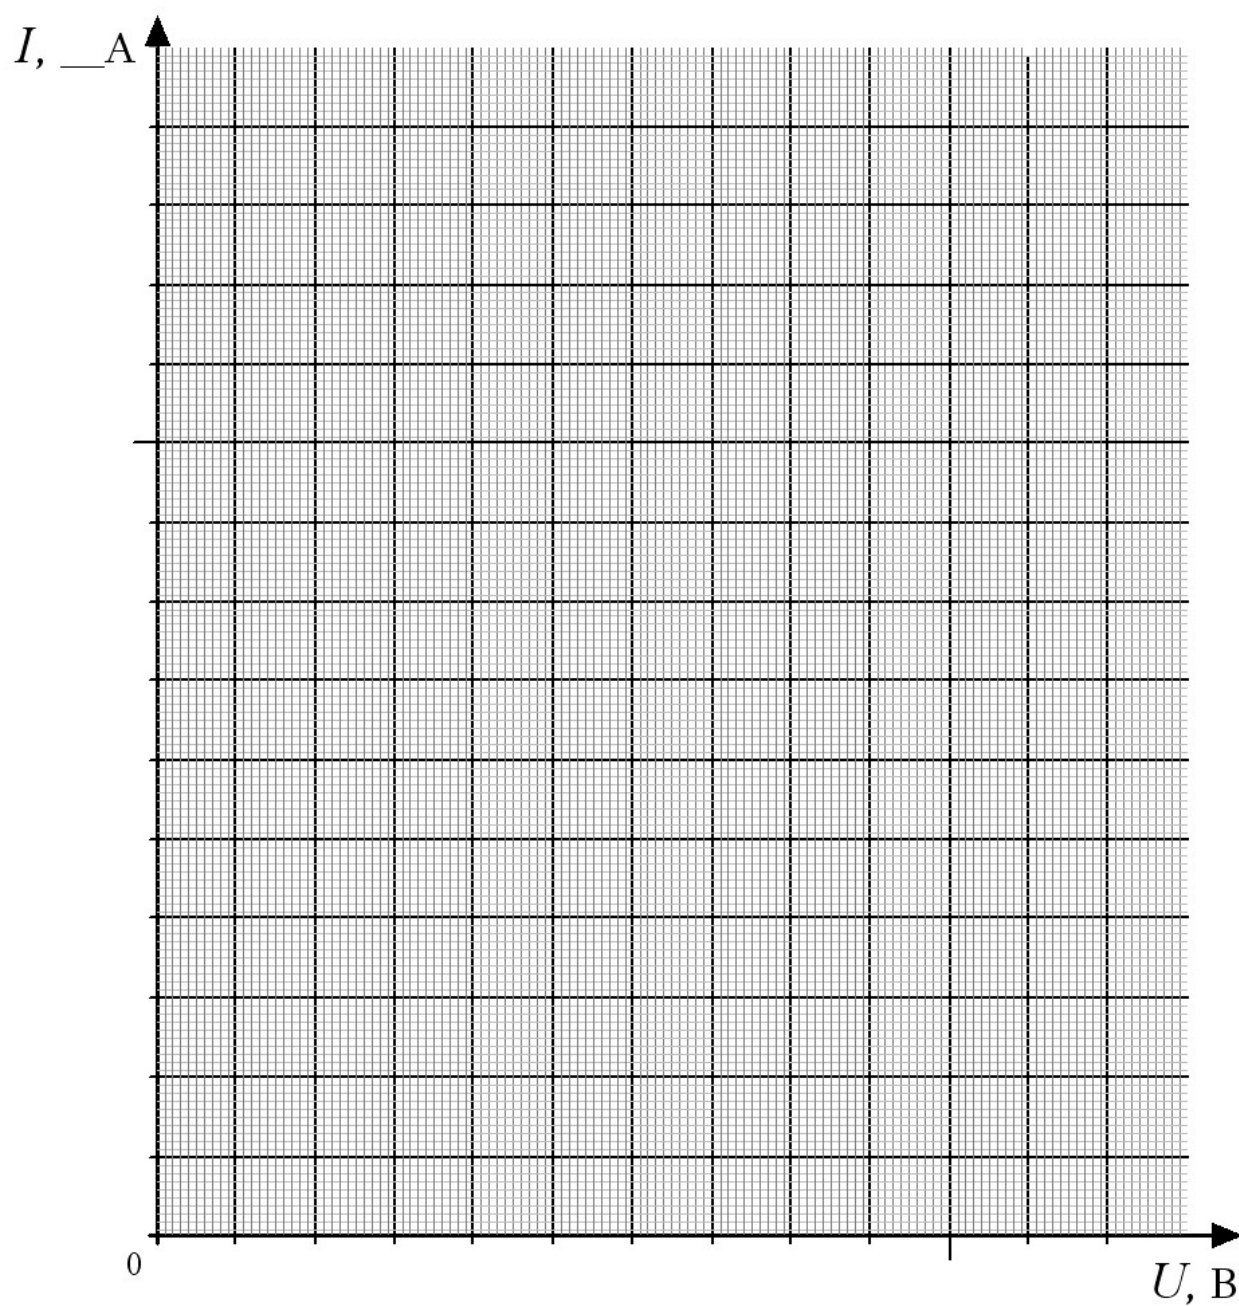

Рис. 2.7. Параллельное включение элементов или ветвей
**Примечание:** при построении ВАХ следует использовать заготовку (см. Приложение 2, рис. 2.7); ось напряжений разметьте от 0 до 1,0 В с шагом 0.1 В; масштаб по оси тока выберите с шагом в два раза больше, чем в опыте с последовательным соединением элементов.